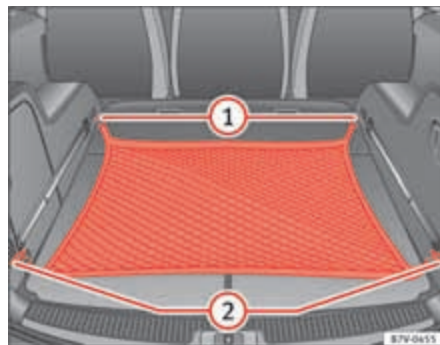

Fig. 106 En el maletero: red para equipaje colgada.
- Enganche la red para equipaje en las argollas de amarre ⇒ fig. 106 ① y ②.
- Desenganche los ganchos de la red para equipaje de las argollas de amarre ⇒ fig. 106 ① con cuidado.
- Desenganche los ganchos de la red para equipaje de las argollas de amarre ⇒ fig. 106 ② con cuidado.